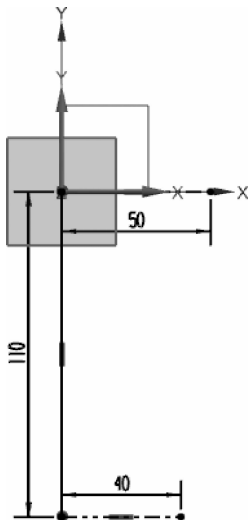

图 2-41 绘制参考直线
(1) 新建文件。启动 UG NX 10.0 软件, 新建部件文件名“支架. prt”, 再执行“开始”→“建模”菜单命令, 打开 UG NX 10.0 建模对话框。
(2) 打开草图环境。单击  图标, 选择 XY 平面绘制图, 或者执行“插入”→“任务环境中的草图”菜单命令, 单击“确定”按钮, 打开草绘环境。
(3) 创建参考直线。在“草图”工具条中单击  图标, 分别绘制三条直线, 选取直线右击, 并改为参考线, 如图 2-41 所示。